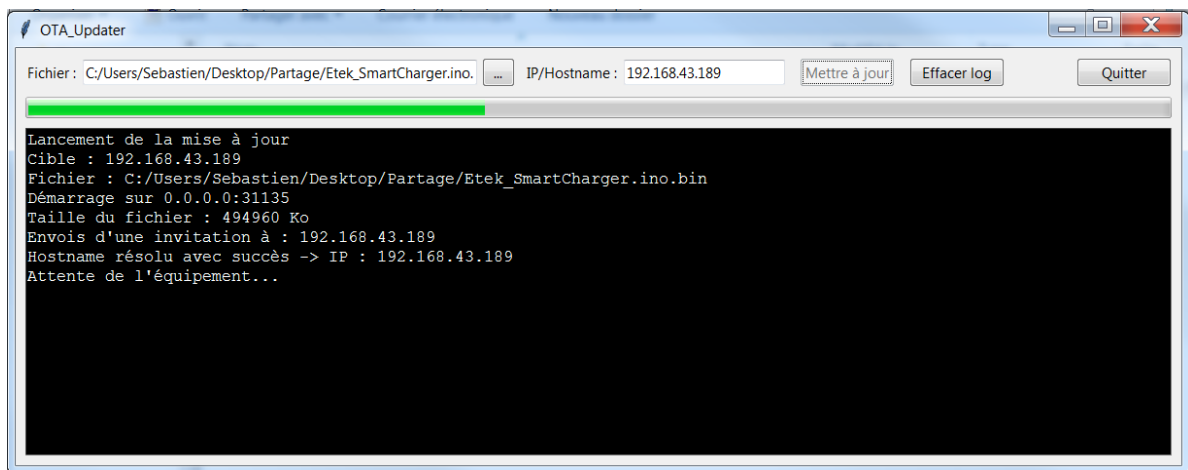

Figure 13 : Mise à jour du **ET3K_SmartCharger_vx.bin** par **OTA_Updater.exe**
5. Patienter que la mise à jour soit terminée, puis à partir du logiciel **OTA_Updater.exe** (fig.13):